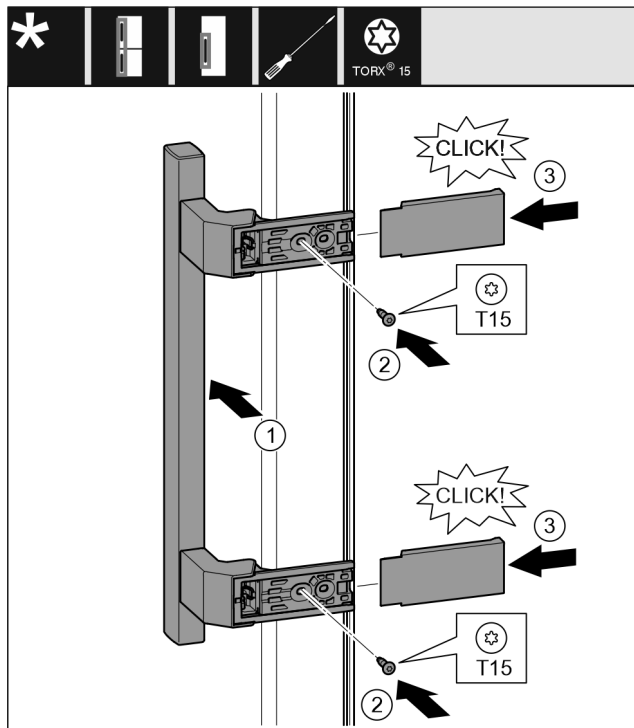

Fig. 20
- ▶ Vendosni dorezën në anën e kundërt. Fig. 20 (1)
- ▶ Mbërtheni fort vidat me një kaçavidë T15. Fig. 20 (2)
- ▶ Vendosni kapakët mbulues anash dhe shtyjini. Fig. 20 (3)